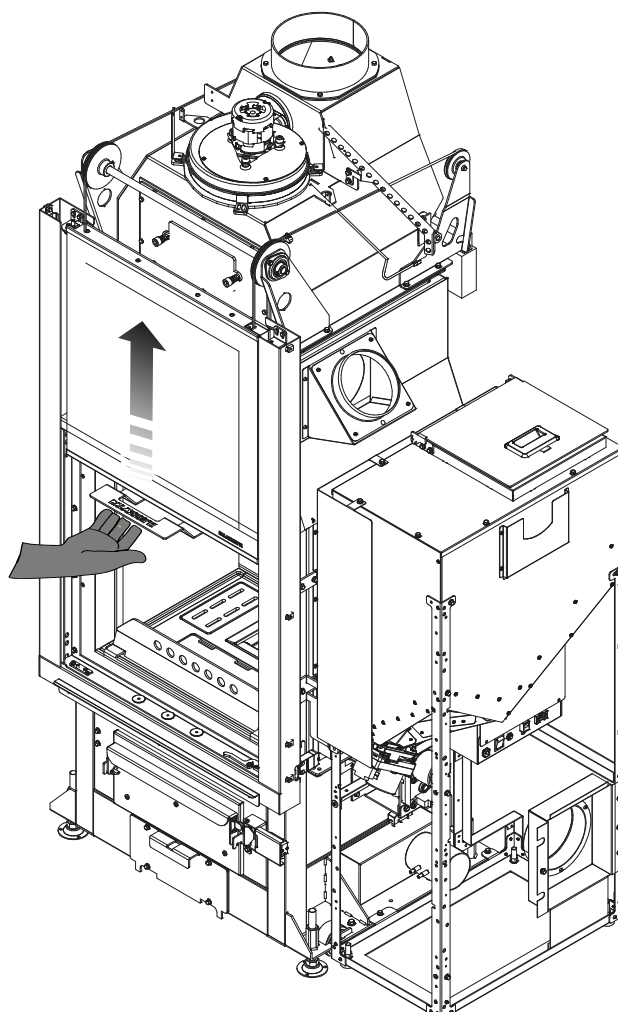

Fig. 3.2
1. utilizar la manija a disposición y empujar hacia arriba (Fig 3.2.);